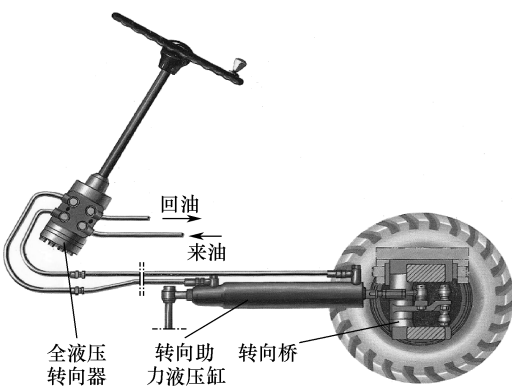

图 1-36 叉车全液压式转向器
(3) 全液压式转向 全液压转向系统主要以液压系统实现转向动作。叉车中的全液压转向系统一般为摆线转阀式液压转向系统, 主要由转向阀与摆线齿轮马达组成的液压转向器、转向液压缸等组成。一般为大中型叉车, 如 CPCD50 型、CPCD30 型等使用, 如图 1-36 所示。